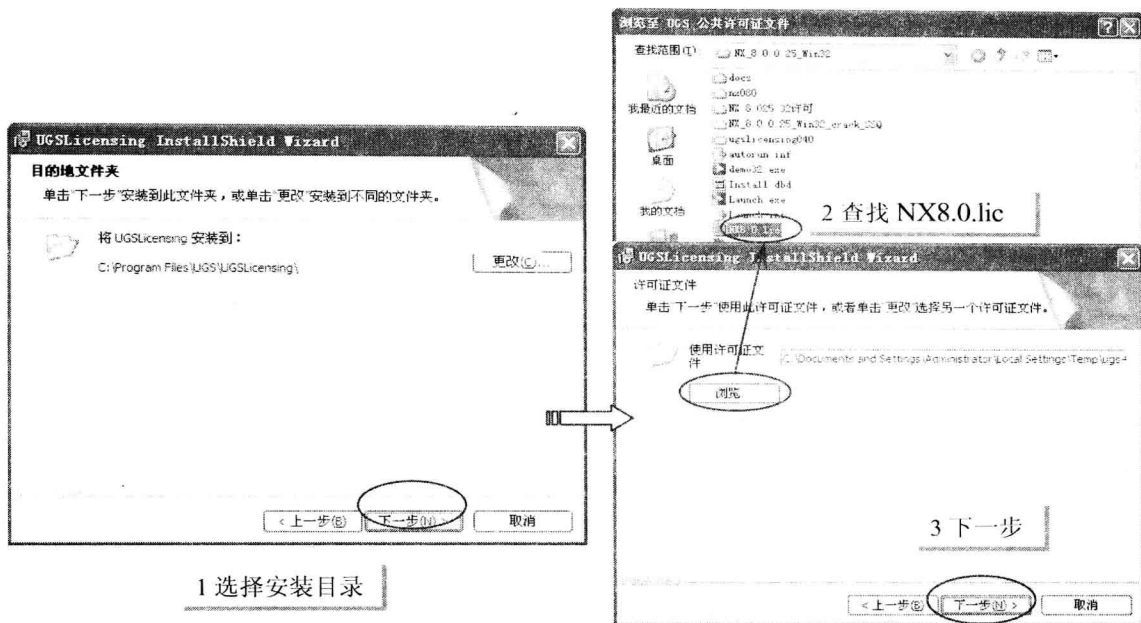

图 1-9 查找 NX8.0.lic
- 6 单击【下一步】按钮，进入安装设定目录对话框，这里默认为 C 盘目录下，单击【下一步】按钮，进入“许可证文件”对话框。单击【浏览】按钮，进入“浏览至 UGS 公共许可证文件”对话框。指定之前已改好的 NX8.0.lic，如图 1-9 所示。